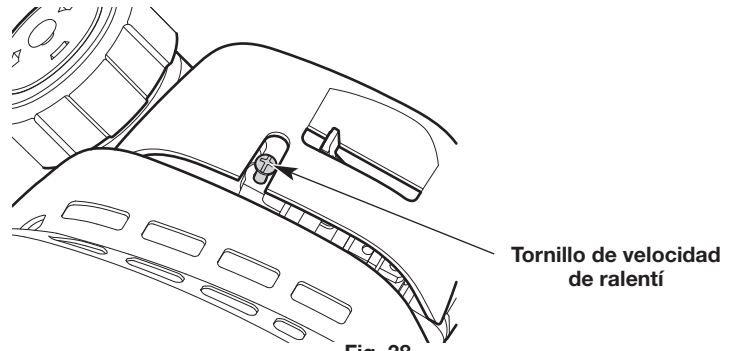

Fig. 38
- Si el motor se para, aumente la velocidad de ralentí. Use un destornillador Phillips pequeño para girar el tornillo de velocidad de ralentí en el sentido de las agujas del reloj, 1/8 de giro cada vez hasta que el motor funciona al ralentí de manera uniforme (Fig. 38).
- Si el cabezal de corte/la cuchilla gira cuando el motor funciona al ralentí, reduzca la velocidad de ralentí. Gire el tornillo de velocidad de ralentí en el sentido contrario a las agujas del reloj, 1/8 de giro cada vez, hasta que se detenga el cabezal de corte/la cuchilla (Fig. 38).